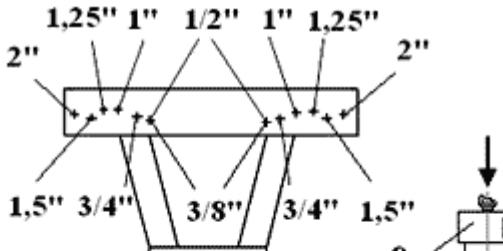

Рис. 2
- Траверсы верхняя 2 и нижняя 3 выполнены в виде сварной конструкции, на поперечных планках которых имеются отверстия для установки упоров 4 (рис. 2). Нижняя траверса 3 имеет ножки 12 для установки на рабочей площадке (рис.1).